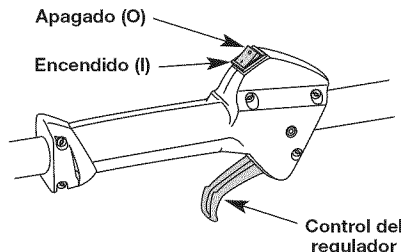

Fig. 7
NOTA: No hay necesidad de girar la unidad. Encendido/de parada el control (Fig. 7) está en la posición de trabajo siempre (I).
2. Coloque el control de encendido y apagado en posición de APAGADO (O) (Fig. 7).